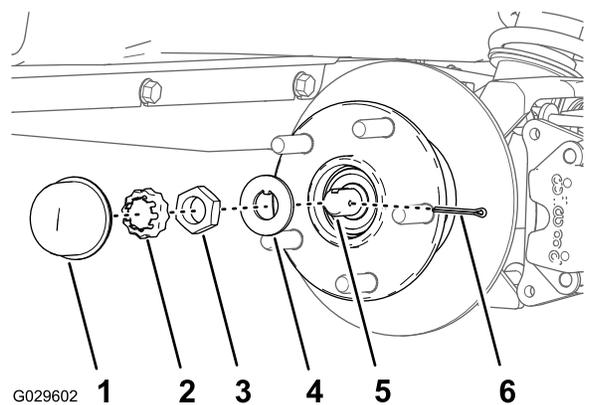
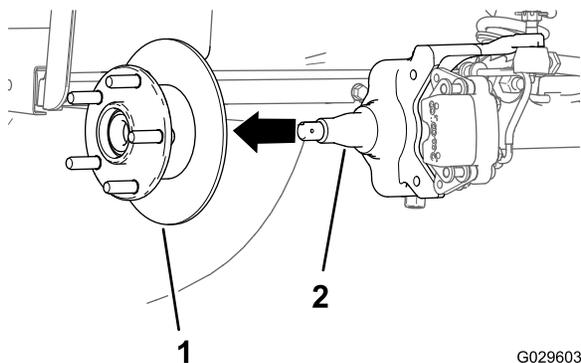

Figure 29
Figure 30
4. Retirez le capuchon antipoussière du moyeu (Figure 29).
- Retirez la goupille fendue et le frein d'écrou de la fusée et de son écrou (Figure 29).
- Enlevez l'écrou de la fusée, et séparez l'ensemble moyeu et rotor de la fusée (Figure 29 et Figure 30).